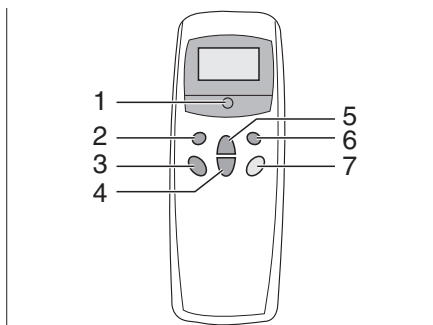

Fig. 182 Télécommande
La climatisation est montée sur le toit du véhicule. La télécommande (Fig. 182) pour la climatisation se trouve dans le coin cuisine.
- Enclencher la télécommande avec l'interrupteur (Fig. 182,5).
- Régler le mode de fonctionnement désiré avec la touche (Fig. 182,1).
- Si nécessaire, régler avec les touches (Fig. 182,3 et 4) la puissance du ventilateur et la température ambiante désirées.
- Pour la mise hors service, appuyer à nouveau sur la touche (Fig. 182,5) de la télécommande.